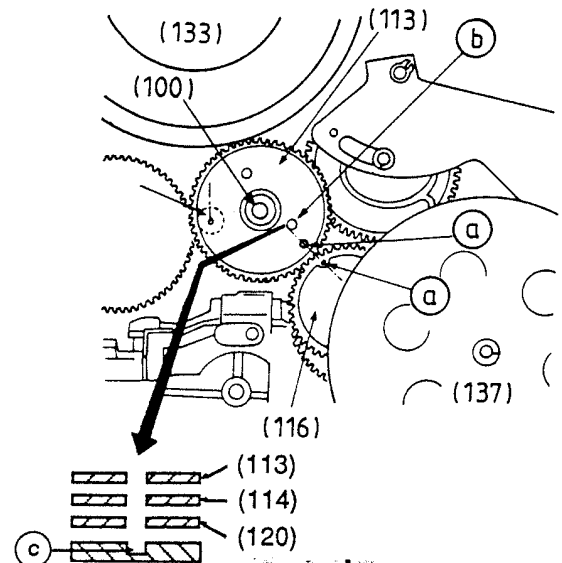
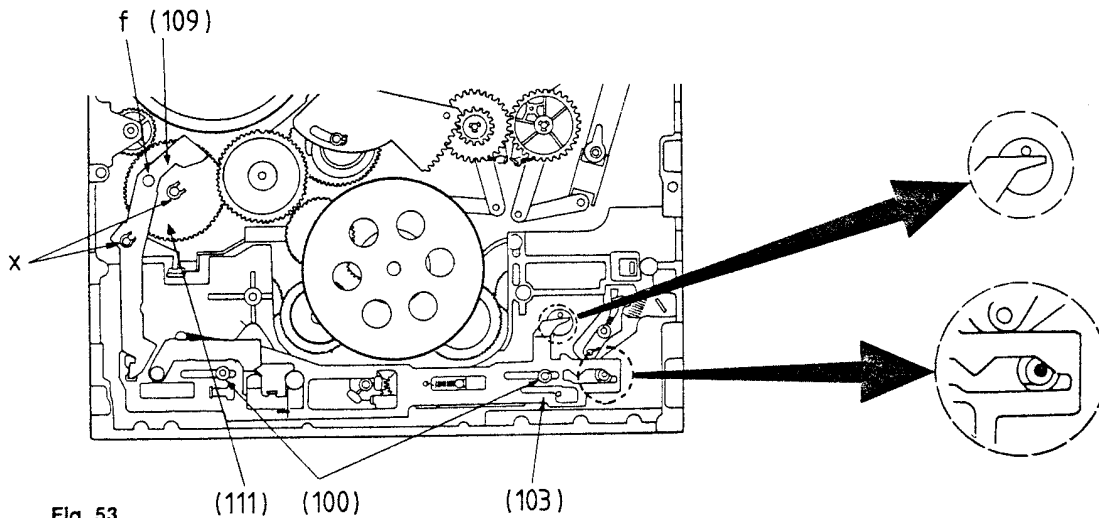

Fig. 52
Fig. 53
9.4 Steuerrad (113)
- Steuerrad (113) so auf das Zwischenrad (114) stecken, daß das Markierungsloch (a) des Steuerrades (113) dem Markierungsloch (a) des Kupplungsrades (116) gegenübersteht und die Markierungslöcher (b) des Steuerrades (113), (b) des Zwischenrades (114), (b) des Ringrades (120) und (c) des Laufwerks übereinanderliegen (Fig. 52).
- Sicherungsring (100) montieren.
9.5 Hauptsteuerschieber (103), Steuerhebel (109)
- Hauptsteuerschieber (103) einsetzen und mit den Sicherungsringen (100) befestigen (Fig. 53).
- Steuerhebel (109) so einbauen, daß dessen Steuerbolzen "f" in die Steuerkurve des Kurvenrades (111) eingreift.
9.4 Drive Gear (113)
- Fit the Drive Gear (113) onto the Intermediate Gear (114) so that the marked hole (a) on the Drive Gear (113) is aligned towards the marked hole (a) on the Clutch Disk (116), and the marked holes (b) on the Drive Gear (113), marked hole (b) on the Intermediate Gear (114), marked hole (b) on the Ring Gear (120) and the marked hole (c) on the mechanics lie accurately over each other (Fig. 52).
- Fit the Securing Ring (100).
9.5 Main Control Lever (103), Control Lever (109)
- Fit the Main Control Lever (103) and secure with the securing ring (100) (Fig. 53)
- Fit the Control Lever (109) so that the Drive Bolt "f" engages with the cam curve of the Cam Gear (111)
9.4 Ruota di comando (113)
- Appoggiare la ruota (113) su quella intermedia (114) con il foro (a) alla stessa altezza del foro (a) della frizione (116) e con i fori (b) delle ruote (113), (b) (114) e (b) (120) e (c) del telaio perfettamente sovrapposti (fig. 52).
- Montare l'anello di sicurezza (100)
9.5 Cursore (103)
- Infine montare il cursore (103) e fissarlo con gli anelli (100) (fig. 53).
- Inserire la leva (109) in modo che il perno "f" della stessa entri nell'apposita guida della ruota (111).
9.6 Laderäder (138,143), Zahnsegment (141), Bremshebel (105), Spannrollenhebel (108)